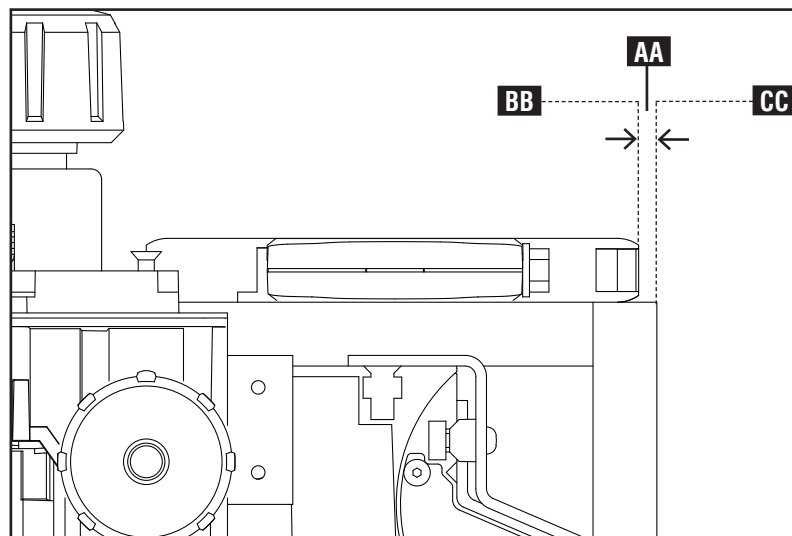

Fig. E24
REMARQUE : dans Fig. E24, (BB) est le rebord avant des doigts et (CC) est le rebord avant de la planche verticale.
POUR AJUSTER : desserrez l'écrou hexagonal (Y), Fig. E25, et tournez la vis (Z) dans le sens des aiguilles d'une montre afin de faire avancer le gabarit et régler l'ouverture (AA), Fig. E24.